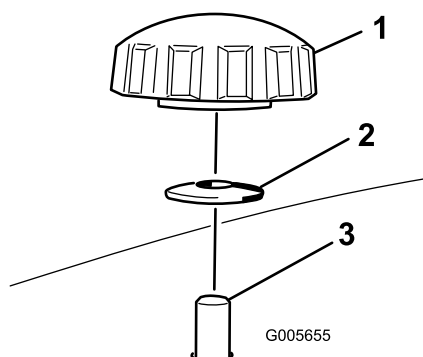
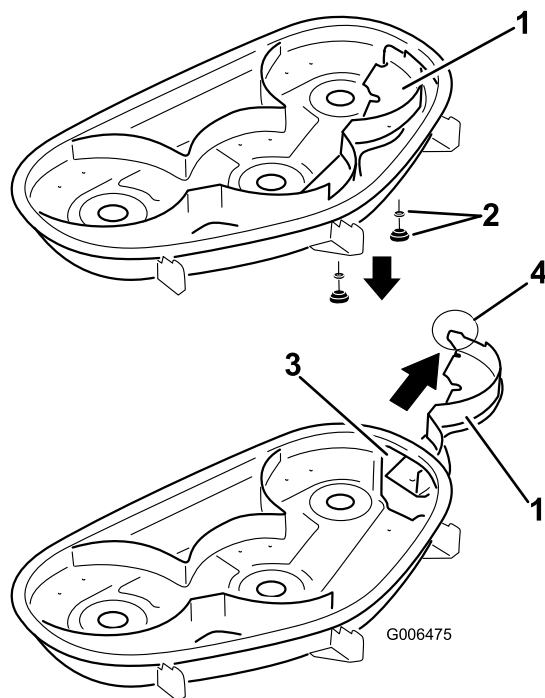

Figura 31
Figura 32
4. Remova os 2 manípulos e as anilhas curvas que fixam o abafador direito ao cortador, conforme indicado em Figura 31.
5. Remova o abafador direito e baixe o deflector de relva por cima da abertura de descarga conforme indicado em Figura 32 e Figura 31.
5. Faça deslizar o abafador direito por debaixo da plataforma do cortador e fixe-o utilizando 2 manípulos e anilhas curvas (lado oval virado para o cortador) conforme indicado em Figura 31 e Figura 32.